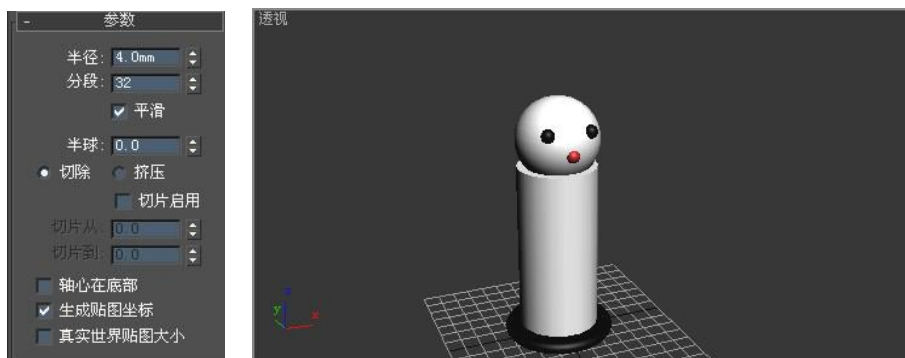

图 2-50 创建鼻子眼睛
(5) 单击“球体”按钮, 在前视图中创建 3 个相同的球体, 在参数面板中设置球体的参数, 如图 2-50 所示, 移动到合适的位置, 眼睛为黑色, 鼻子为红色。